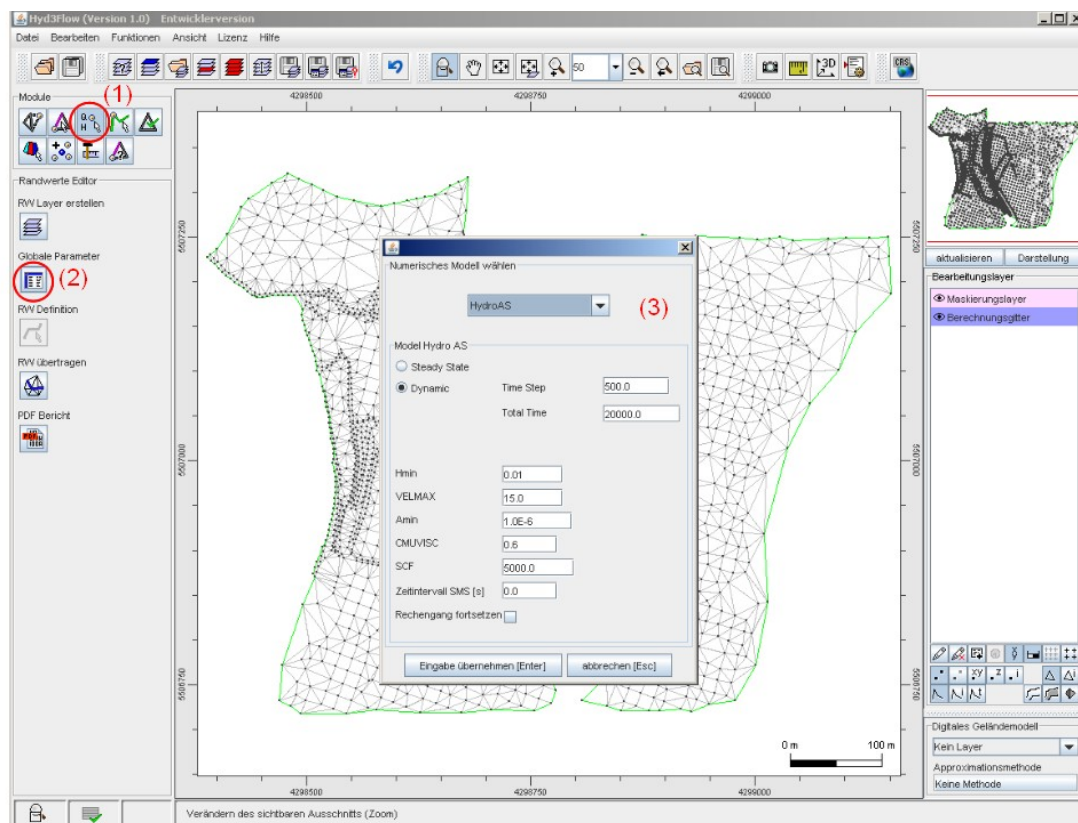

Abbildung 2: Eingabe von Berechnungsparametern – globale Parameter.
Nach der Wahl des Moduls 'Randwerte Editor' (1) können Angaben zum Berechnungslauf über die Funktion 'Globale Parameter' (2) in einem Dialogfenster (3) eingegeben werden (siehe Abbildung 2).